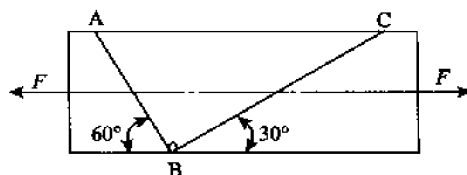

图 2-42
4. 矩形截面拉杆横截面面积为 A , 受轴向拉力 F , 如图 2-42 所示。已知材料的弹性模量为 E , 泊松比为 μ , 则杆表面直角 ABC 的角度改变量